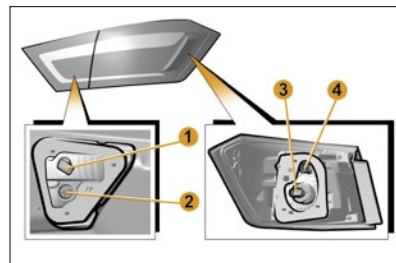

Рис. 12. Задние фонари
Для замены лампы света заднего хода **1** (рис. 12) необходимо:
- преодолевая сопротивление держателей, отогнуть обивку крышки багажника для доступа к патрону-разъему **1** (рис. 12). Во избежании повреждения обивки, отгибание производить на величину не более 7–8 см;
- повернуть патрон-разъем **1** (рис. 12) против часовой стрелки и вынуть его из посадочного места в сборе с лампой;